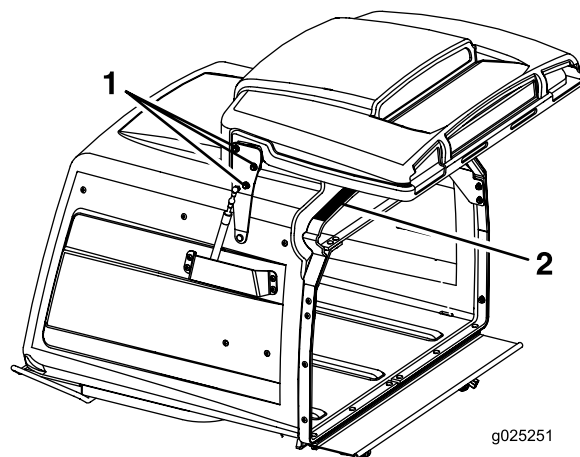

Figura 61
3. Afloje las seis tuercas de las bisagras de la puerta (Figura 61).
4. Abra la puerta y coloque una tira de goma de 9.5 mm ($\frac{3}{8}$ ") o una manguera de 9.5 mm ($\frac{3}{8}$ ") de diámetro entre la tolva y la puerta de la tolva (Figura 61).